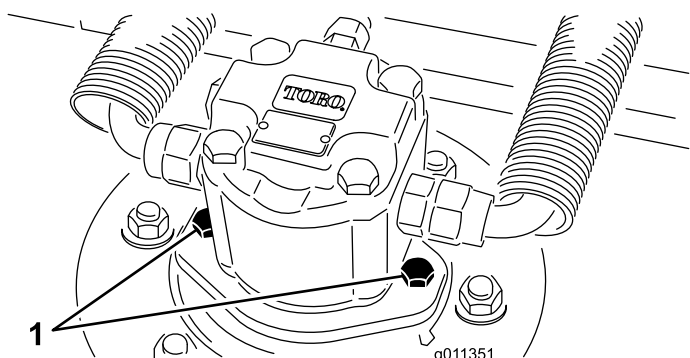

Figure 12
2. Débranchez et déposez le moteur hydraulique de l'unité de coupe (Figure 12). Couvrez le dessus de l'axe pour éviter toute contamination.